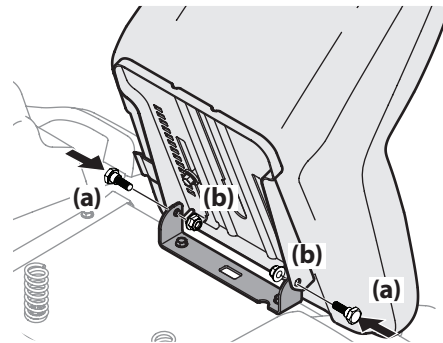

Figura 2-10
- Gire el asiento hasta la posición deseada y asegúrelo en su lugar con los tornillos de reborde (a) y las tuercas de seguridad con brida (b) que extrajo antes. Tenga cuidado de no doblar o dañar el cableado mientras instala el asiento. Consulte la Figura 2-10.